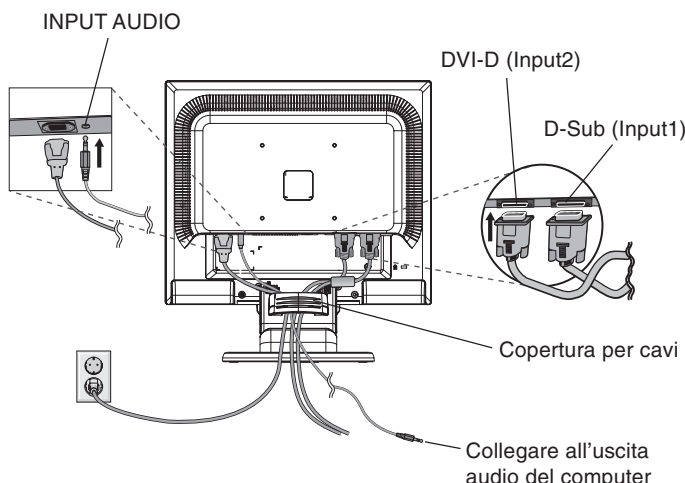
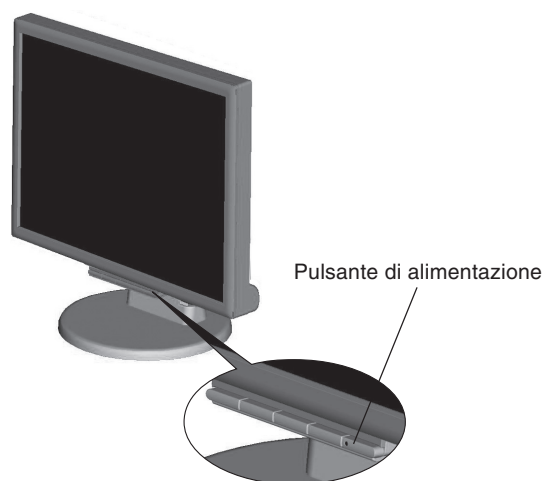

Figura B.1
Figura C.1
4. Collegare tutti i cavi al connettore appropriato sul retro del monitor (**Figura B.1**). Collegare le cuffie (non incluse) al connettore appropriato sulla parte posteriore del monitor (**Figura C.1**).
5. Collegare un'estremità del cavo di alimentazione al monitor e l'altra estremità alla presa di alimentazione. Collocare il cavo segnali video, il cavo audio e il cavo di alimentazione nella copertura cavi (**Figura B.1**).
6. Accendere il monitor con il pulsante di alimentazione, posto sulla parte anteriore, e il computer (**Figura C.1**).